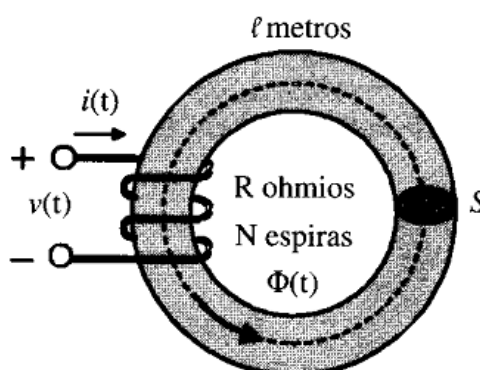

Figura 2-1: Anillo, ejemplo de un circuito magnético y su longitud media.
**Tensión magnética:** en un circuito magnético como el de la Figura 2-1, no sé por qué, se cumple